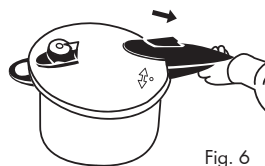

Fig. 6
3. Fazer deslizar o bloqueio para trás, em direcção à marca da pega da tampa, para garantir que está completamente fechada (Fig. 6).